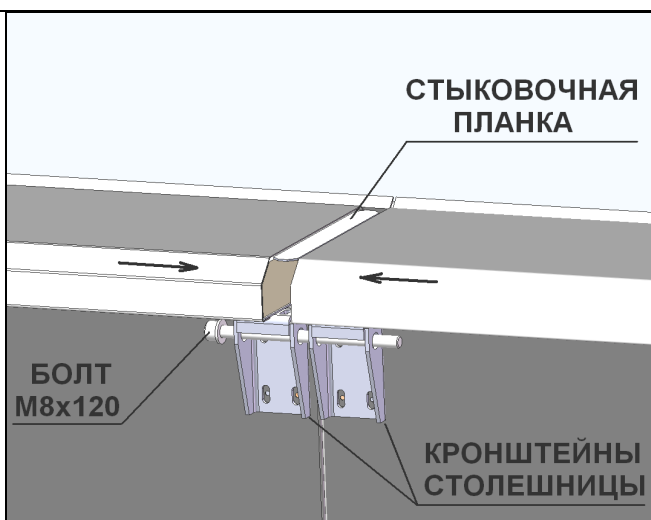

рис. 6
5. Аккуратно установить между прижимами антизапотевателей и вентиляционными панелями стёкла-антизапотеватели (рис. 6), уложить их на полкодержатели, выровнять между стойками.
- через кронштейны столешниц болтом М8х120 с гайкой (рис. 6).